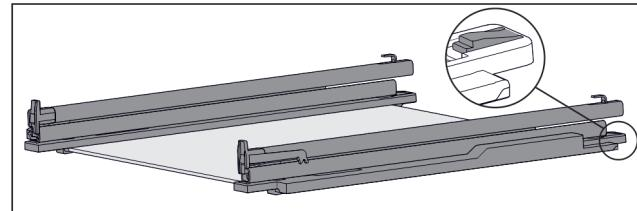

Fig. 149 Skleněná deska s kolejničkami a přídržnými díly
- Přídržný díl vzadu stlačte dolů (viz Fig. 149) a současně zasuňte kolejničku dozadu.